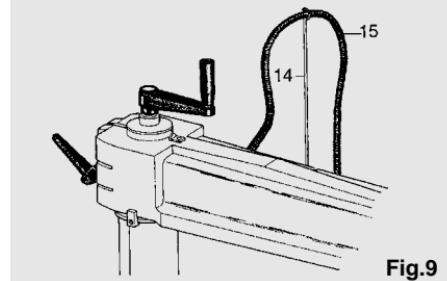

Fig.9
- Die Feder (14) mit den Schrauben befestigen, die im Arm eingeschraubt sind. Das Elektrokabel des Motors wie in Abb.9 gezeigt durch die Führung (15) ziehen.